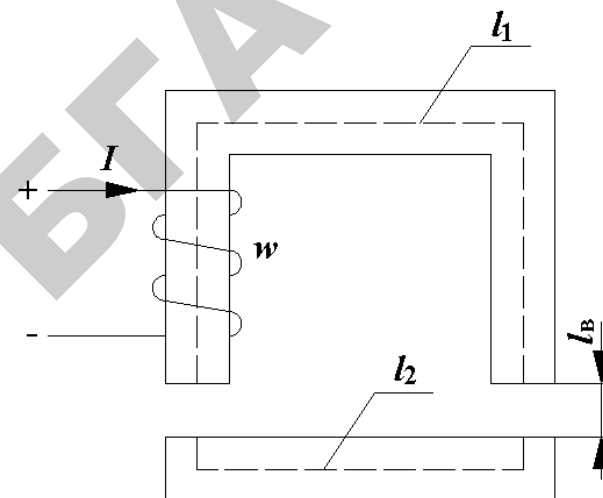

Рис. 3.1
3.3.1. Сколько витков надо намотать на сердечник (рис. 3.1) для получения магнитного потока  $\Phi = 47 \cdot 10^{-4}$  Вб при токе обмотки 25 А?